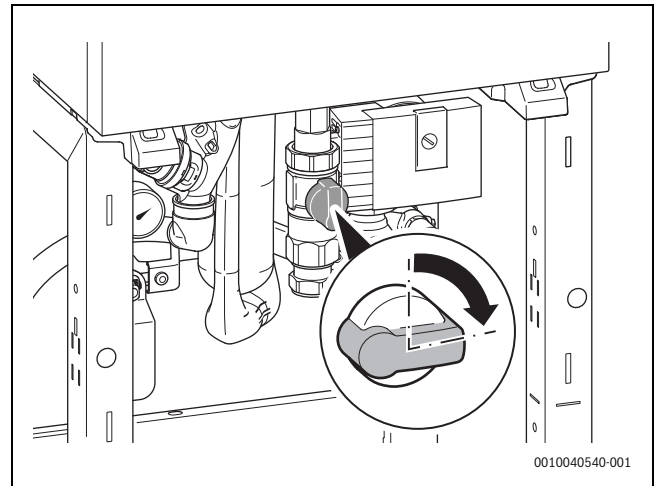

Fig. 3 Fermeture du robinet gaz
- Fermer le robinet de gaz sous la chaudière murale gaz à condensation (→ fig. 3, page 5).